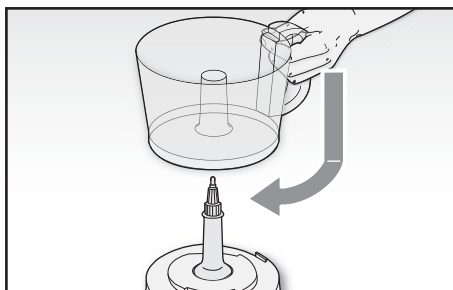

Abb. 3
- 2 Die Schüssel (P) auf dem Motorkörper stellen und sie im Uhrzeigersinn durch Drehen befestigen, so dass die an der unteren Teil des Griffes angebrachte Zunge perfekt in den Schlitz am Motorkörper (Abb. 3) einrastet.
- 3 Die Messerhalter (D) auf dem Motorzapfen (C) in der Schüssel (P) einsetzen.